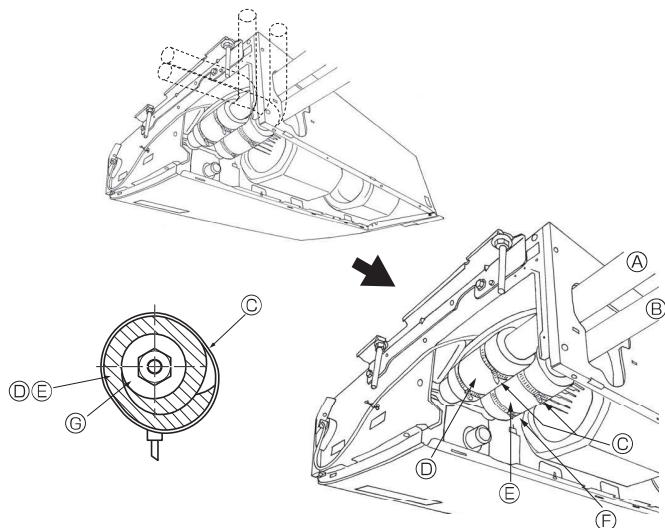

Fig. 4-3
4.3. เครื่องติดตั้งภายในอาคาร (Fig. 4-3)